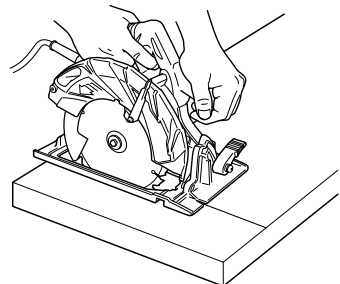
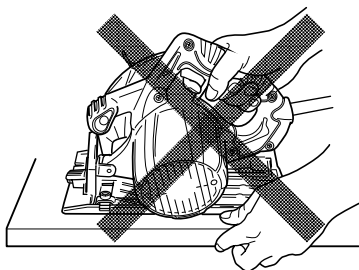

Fig. 11
Fig. 12
- Placer la section large de l'embase de la scie sur la section de la pièce qui est fermement soutenue, et non sur la section qui va tomber après la coupe. A titre d'exemples, la Fig. 11 montre la façon CORRECTE de couper l'extrémité de la planche, et la Fig. 12 montre la façon INCORRECTE. Si la pièce est trop courte ou trop petite, la fixer. **NE PAS ESSAYER DE TENIR LES SECTIONS COURTES À LA MAIN!**